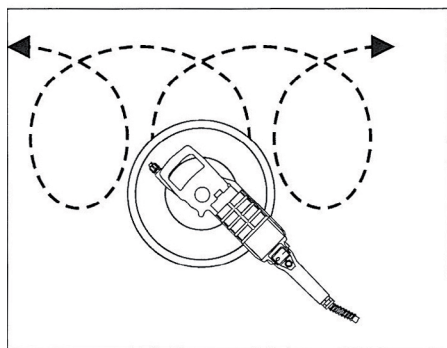

FIG.19 (Mouvement rotatif et translatore)
- 7) S'approcher de la surface à travailler et exercer une pression appropriée sur la même en accompagnant la talocheuse avec un mouvement rotatif et de translation dans le respect des techniques habituelles de usinage (**FIG.19**);